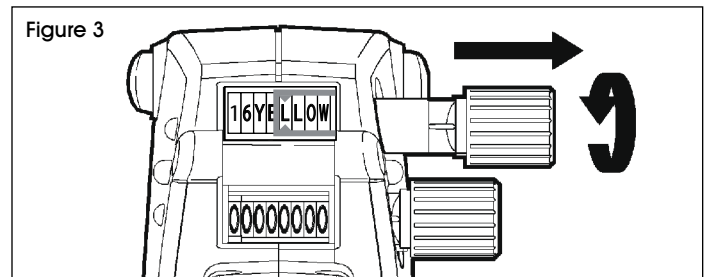

Figure 3
2. Tirez/poussez sur le bouton jusqu'à ce que les indicateurs soient sur la bande voulue. (Voir Figure 3)
3. Tournez le bouton jusqu'à ce que le caractère souhaité figure entre les indicateurs. Pour imprimer un blanc, sélectionnez l'espace blanc pour la bande. (Voir Figure 3)